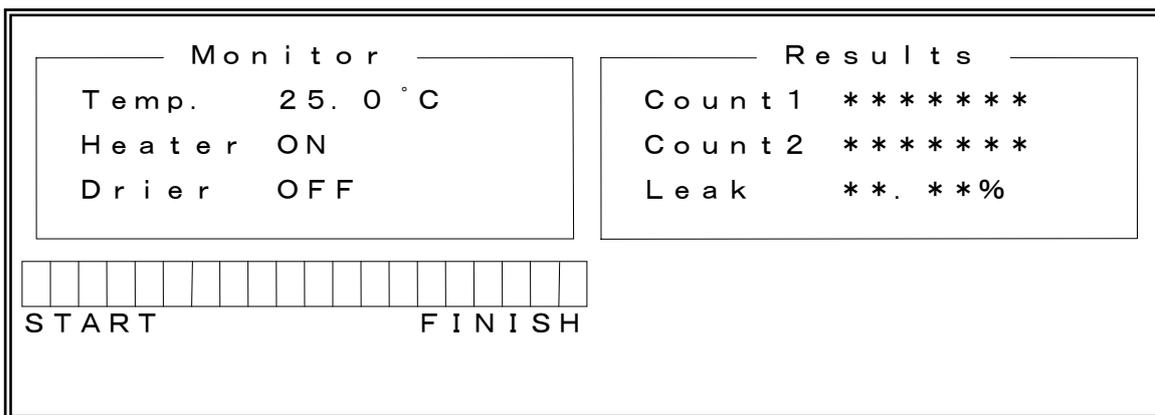

図 1
- 2) ミラーを開いてから、左側面のPOWERスイッチをONにすると図1の初期画面(測定待機画面)が表示されます。
- ① 内部ヒーターが加熱を開始し、所定の温度に達するまで約5分かかります。
- ② この間に条件設定値の確認・変更を行います。
EXIT	「ENTER」を押すと図1の初期画面（測定待機画面）に戻ります。
- 1) 図1の初期画面（測定待機画面）になっていることを確認します。
- ① **I N S I D E**、**O U T S I D E**の両方にサンプリングチューブを接続します。
- ② **I N S I D E**側のサンプリングチューブの先端にチューブコネクタを取り付け、試験ガイドを取り付けます。
- ③ **O U T S I D E**側のサンプリングチューブの先端にもチューブコネクタを取り付け、試験ガイドを取り付けます。